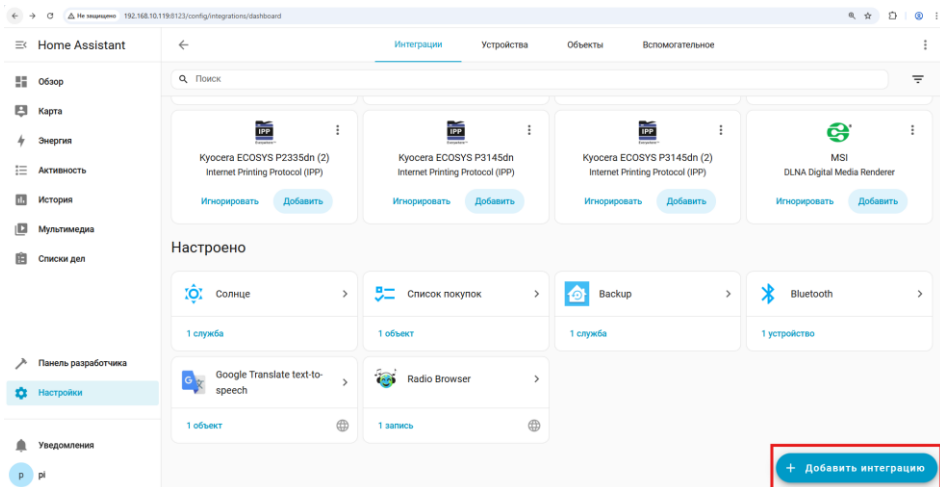

Рис. 3.36. Кнопка “Добавить интеграцию”
5. Откроется окно устройств и служб, нажмём на кнопку “Добавить интеграцию” (рис. 3.36).